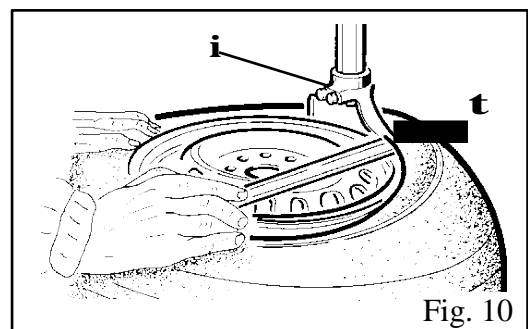

Fig. 10
- Abbassare il braccio operante (M) sino ad appoggiare l'utensile integrale (I) sul bordo del cerchio e bloccarlo con la leva (K). In questo modo abbiamo bloccato il braccio in senso verticale. Ora occorre allontanare manualmente la torretta dal cerchio (circa 2 mm.), agendo sul volantino posto nella parte sinistra del palo orizzontale.
- Con l'aiuto della leva (T), infilata fra tallone e la parte anteriore della torretta integrale (I), portare il tallone del pneumatico sopra la torretta stessa (Fig. 10) **N.B.:** per evitare di danneggiare l'eventuale camera d'aria, è consigliabile fare questa operazione con la valvola circa 10 cm. a destra della torretta
- Mantenendo la leva in questa posizione, far ruotare il piatto (Y) in senso orario tenendo premuto il pedale (Z) fino alla completa fuoriuscita del pneumatico dal cerchio.
- Lower the mounting bar (m) until the mounting tool rests against the edge of the rim and lock it using the lever (K). This way the arm is locked in a vertical direction. Once the arm has been locked in a vertical direction, the mounting head must be moved away manually from the rim (about 2 mm) using the handwheel located on the left section of the horizontal arm.
- With the lever (t) inserted between the bead and the front section of the mounting head (i), move the tyre bead over the mounting head (fig. 10). **Note:** in order to avoid damaging the inner tube, if there is one, it is advisable to carry out this operation with the valve about 10 cm to the right of the mounting head.
- With the lever held in this position, rotate the turntable (y) in a clockwise direction by pressing down on pedal (Z) until the tyre is completely separated from the wheel rim.
•Avec le levier (T) enfilé entre le talon et la partie avant de la tête (I), porter le talon du pneu au-dessus de la tête (fig. 10).
•En tenant le levier dans cette position, faire tourner le plateau (Y) dans le sens horaire en appuyant sur la pédale (Z) jusqu'à ce que le pneu sorte complètement de la jante.
-Mit Hilfe des Hebels (T), der zwischen den Reifenwulst und den vorderen Teil des Montierfußes (I) eingeführt wurde, wird der Wulst nun über den Montierfuß transportiert (Abb. 10). **Wichtig:** Falls ein Schlauch vorhanden ist, wird empfohlen, bei dieser Operation zu dessen Schutz des Ventil zirka 10 cm rechts vom Montierfuß zu halten.
-Hebel in dieser Position halten, durch konstanten Pedaldruck (Z) Zentriertisch (Y) im Uhrzeigersinn drehen lassen, bis der Reifen komplett aus der Felge hervorgetreten ist.